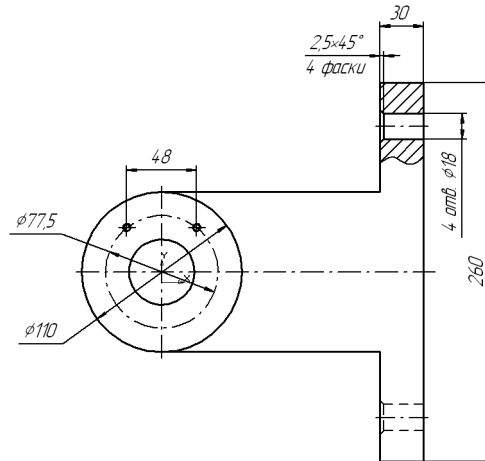

Рис. 51.103.
2. Проставьте размер фаски  $2,5 \times 45^\circ$  (рис. 51.103).